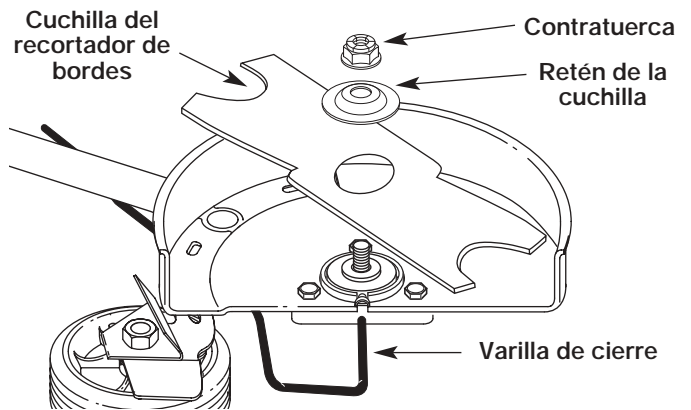
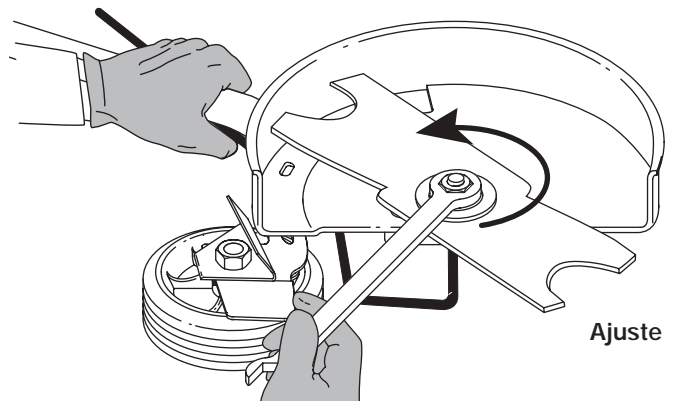

Fig. 10
Fig. 11
4. Instale la nueva cuchilla, el retén de la cuchilla y la tuerca (Fig. 10). Inserte la varilla de cierre a través de la ranura en el orificio del eje de salida. Verifique que la cuchilla permanezca plana contra el eje de salida mientras ajusta la contratuercas **en sentido antihorario** (Fig. 11).
5. Si tiene una llave de torsión, ajuste la tuerca a **325-335 pulg. • libras (37-38 N•m)**, mientras sostiene la varilla de cierre en la ranura. Si no tiene una llave de torsión, sostenga la varilla de cierre en la ranura. Gire la tuerca **en sentido antihorario** con una llave de boca cerrada de 5/8 pulgadas o de casquillo, hasta que la tuerca presione contra la arandela y la cuchilla esté bien ajustada. Verifique que el ensamble de la cuchilla esté bien instalado, luego gire la tuerca **1/4-1/2 vuelta** más (Fig. 11).